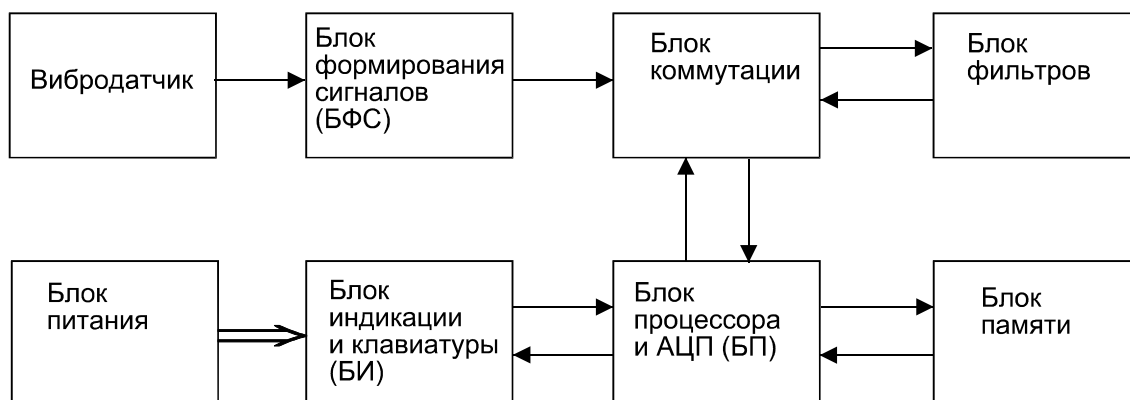

Рис. 2 Блок-схема соединений Прибора.
1.4.4.1. ВИК-ПЗ состоит из следующих блоков (рис.2):
На рис.2 показана клавиатура Прибора. Клавиши Прибора имеют различное назначение в разных режимах работы.